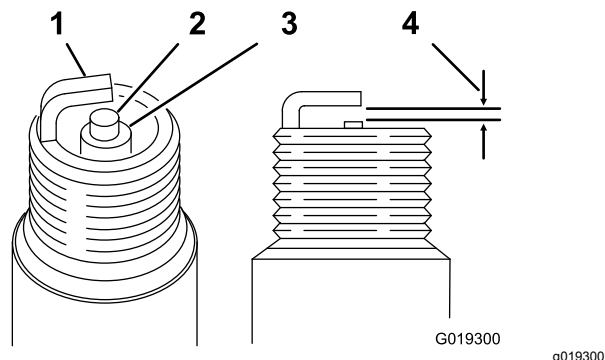

Figura 44
5. Para cada vela de ignição, defina a folga entre o eléetrodo central e o eléetrodo lateral para 0,76 mm; consulte Figura 44. Instale cada vela de ignição com a folga correta com um vedante e aperte-a com uma força de 22 N m.